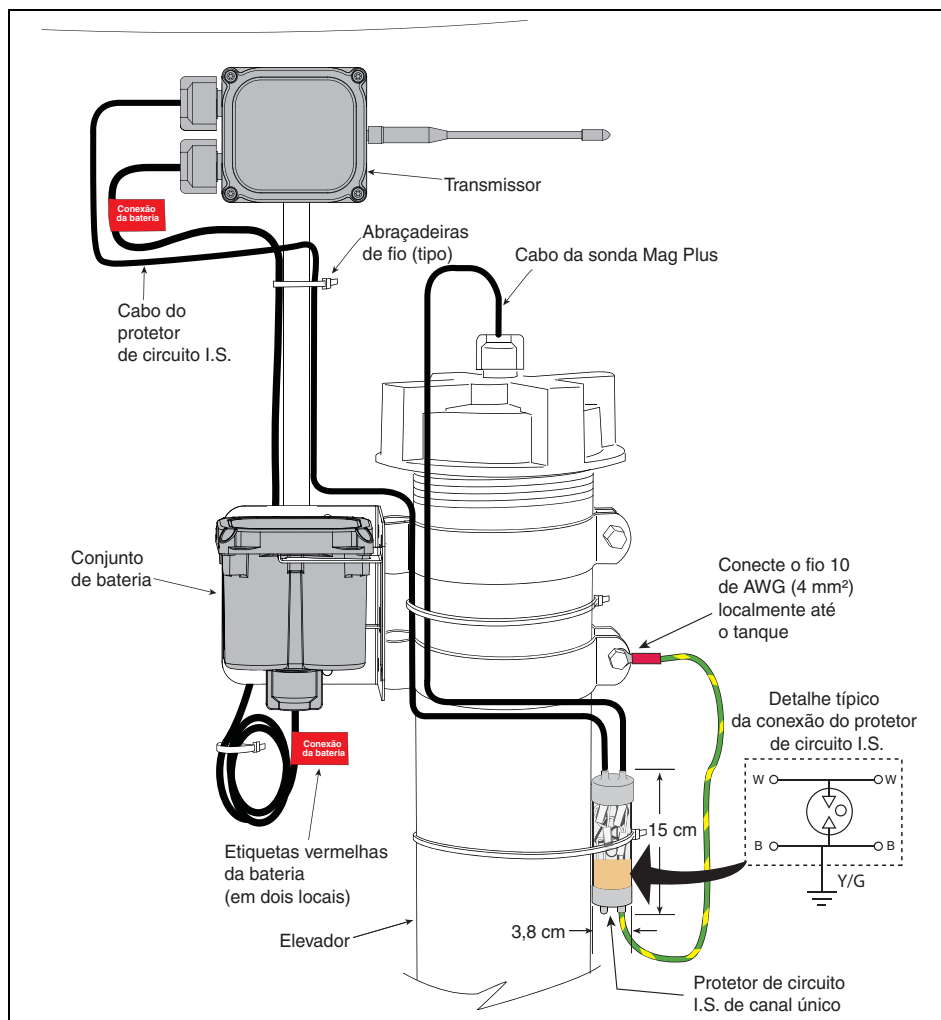

Figura 15. Exemplo de instalação da sonda Mag Plus sem fio com protetor de circuito I.S. de canal único
Um exemplo de instalação da sonda Mag Plus sem fio é mostrado na Figura 15. Monte o protetor de circuito I.S. o mais perto possível do ponto de entrada do cabo principal da sonda.
8. Conecte o fio terra verde/amarelo do protetor de circuito I.S. a um aterramento de tanque adequado (consulte a Figura 15). Em instalações de tanques não condutores, conecte o fio terra verde/amarelo do protetor de circuito I.S. a uma barra de aterramento, conforme as exigências de autoridades locais.